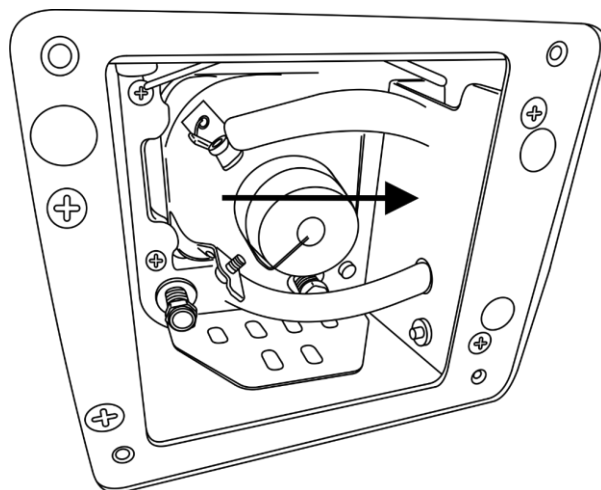
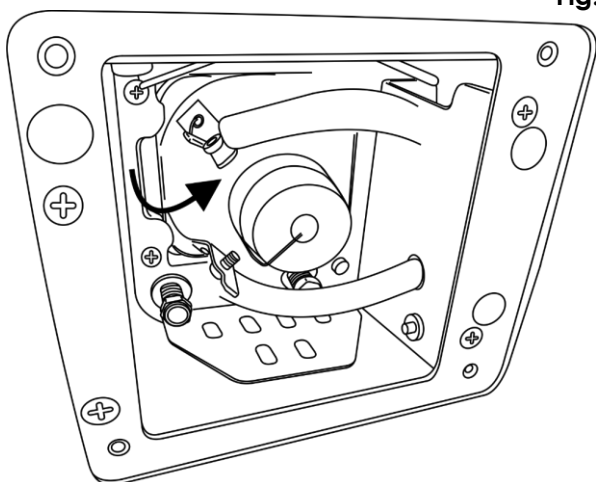

Fig. 04
Fig. 05
- 04) Togliere la vecchia lampada spingendola verso destra (fig. 04) e rilasciandola sul lato sinistro (fig. 05).